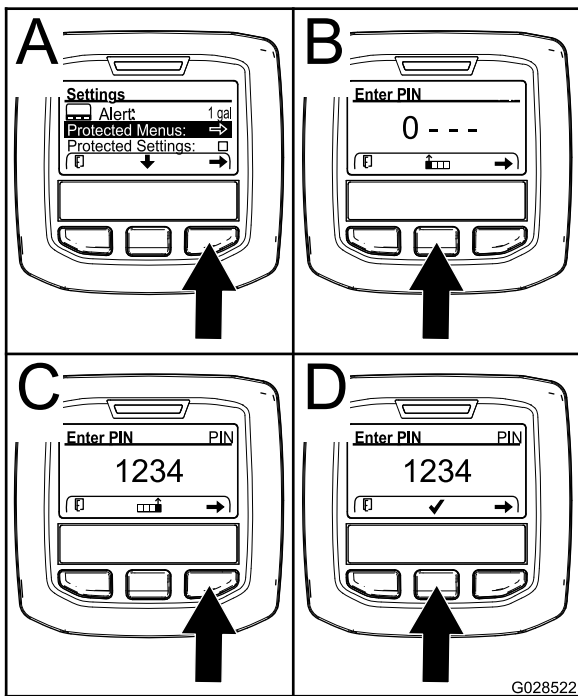

Figura 48
2. No menu de DEFINIÇÕES, utilize o botão central para ir até ao menu PROTEGIDO e prima o botão direito (Figura 48).